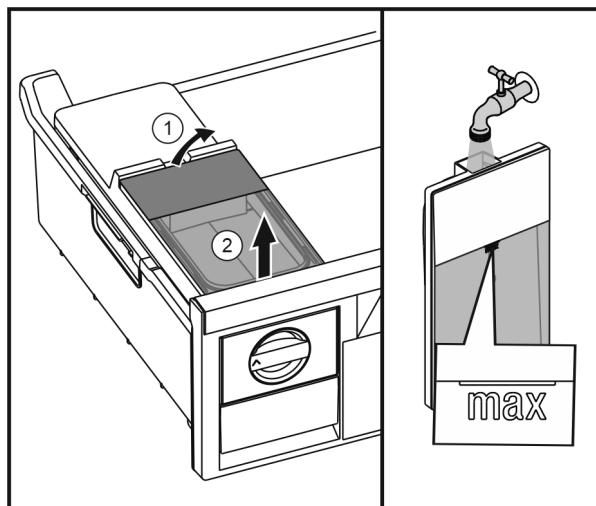

Fig. 34
- Повдигнете резервоара за вода отзад Fig. 34 (1) и извадете нагоре Fig. 34 (2).